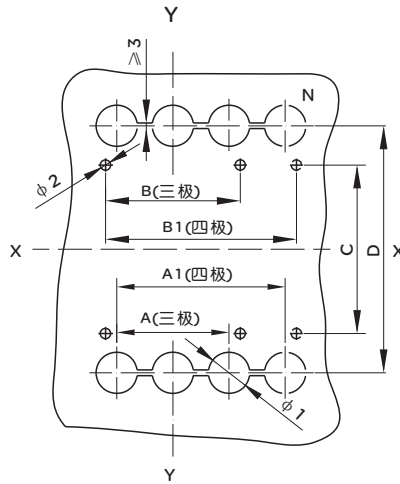

图8 板后接线安装板开孔尺寸
(2) 板后接线安装板开孔尺寸见图8 (X-X、Y-Y为三极断路器中心)